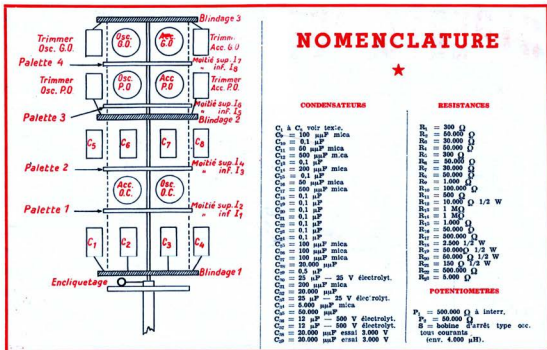

Fig. 2. — Disposition du commutateur et nomenclature du matériel.
La figure 2 indique la disposition la plus favorable des organes. En ce qui concerne la partie H.P., rapprocher le plus possible la ECHS (2) du C.V., tandis que la ECHS (1) sera disposée à proximité du bloc, mais relativement distante de l'autre ECHS.